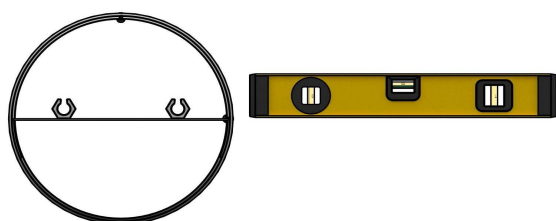

Рис.2.1.
2.5. Установить телескопический канал в отверстие стены. При этом монтажная планка канала должна быть расположена строго горизонтально крепежными пазами вверх. Для контроля горизонтальности используйте ранее нанесенные метки и уровень (Рис. 2.1).